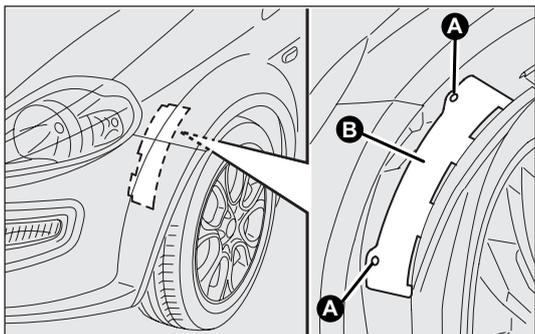

fig. 163
Avant fig. 163
- dévisser les dispositifs de blocage A-fig. 163, puis déposer le volet d'accès B ;
- monter le volet B-fig. 163 puis visser les dispositifs de blocage A.